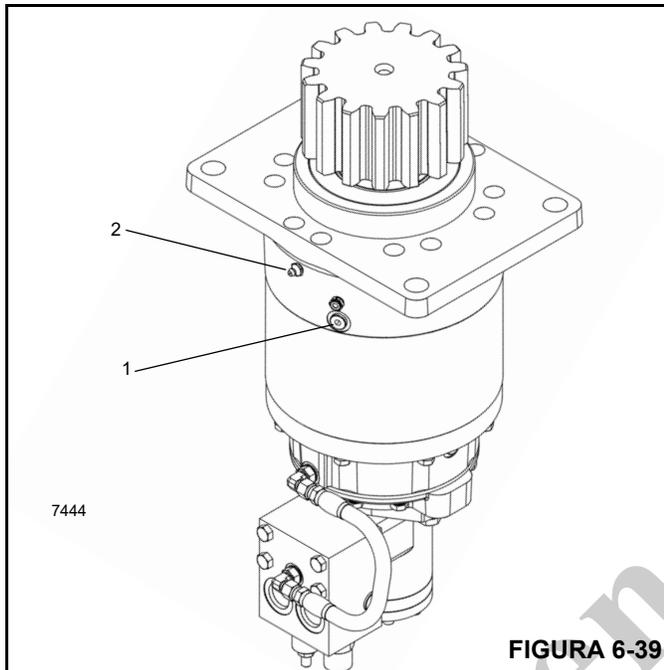

FIGURA 6-39
1. Limpe em torno do budo de inspeção da caixa de engrenagens de giro (1, Figura 6-39) e remova-o.
4. Aplique uma graxa E.P. para rolamentos à base de lítio Nº 2 à graxeira (2, Figura 6-39) na caixa de engrenagens.